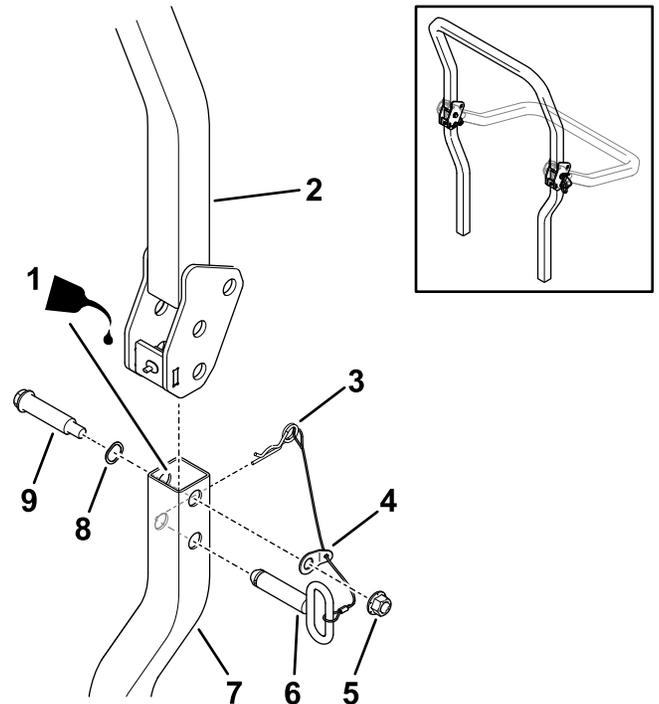

Bild 12
5. Ölen Sie die Innenflächen der unteren Überrollbühelrohre leicht ein (Bild 12).
6. Befestigen Sie den oberen Überrollbühel locker am unteren Überrollbühel mit zwei Ansatzschrauben, zwei Wellenscheiben, zwei an den Verbindungsleinen befestigten Unterlegscheiben und zwei Sicherungsmuttern ($\frac{1}{2}$ "), wie in Bild 12 dargestellt.
8. Klappen Sie den oberen Überrollbühel in die aufrechte Position, setzen Sie die Verriegelungsstifte ein (die ovalen Griffe müssen zur Außenseite der Maschine zeigen) und sichern Sie ihn mit den Splinten auf jeder Seite (Bild 12).